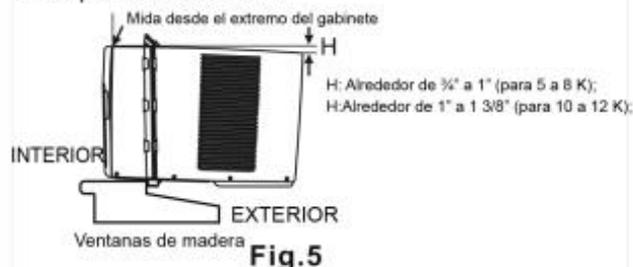

Fig. 5
- A. Sostenga firmemente el aparato de aire acondicionado, coloque con cuidado la unidad en la abertura de la ventana de forma que el fondo del marco del aparato de aire acondicionado quede contra el alféizar de la ventana (Fig. 5). Cierre con cuidado la ventana detrás del riel superior de la unidad.
NOTA: Verifique que el aparato de aire acondicionado esté inclinado hacia atrás alrededor de H (Fig. 5) (inclinado alrededor de 3 a 4° hacia abajo en el exterior). Después de una instalación adecuada, el condensado no debe drenar desde el orificio de desagüe de sobreflujo durante uso normal, de lo contrario, corrija la inclinación.